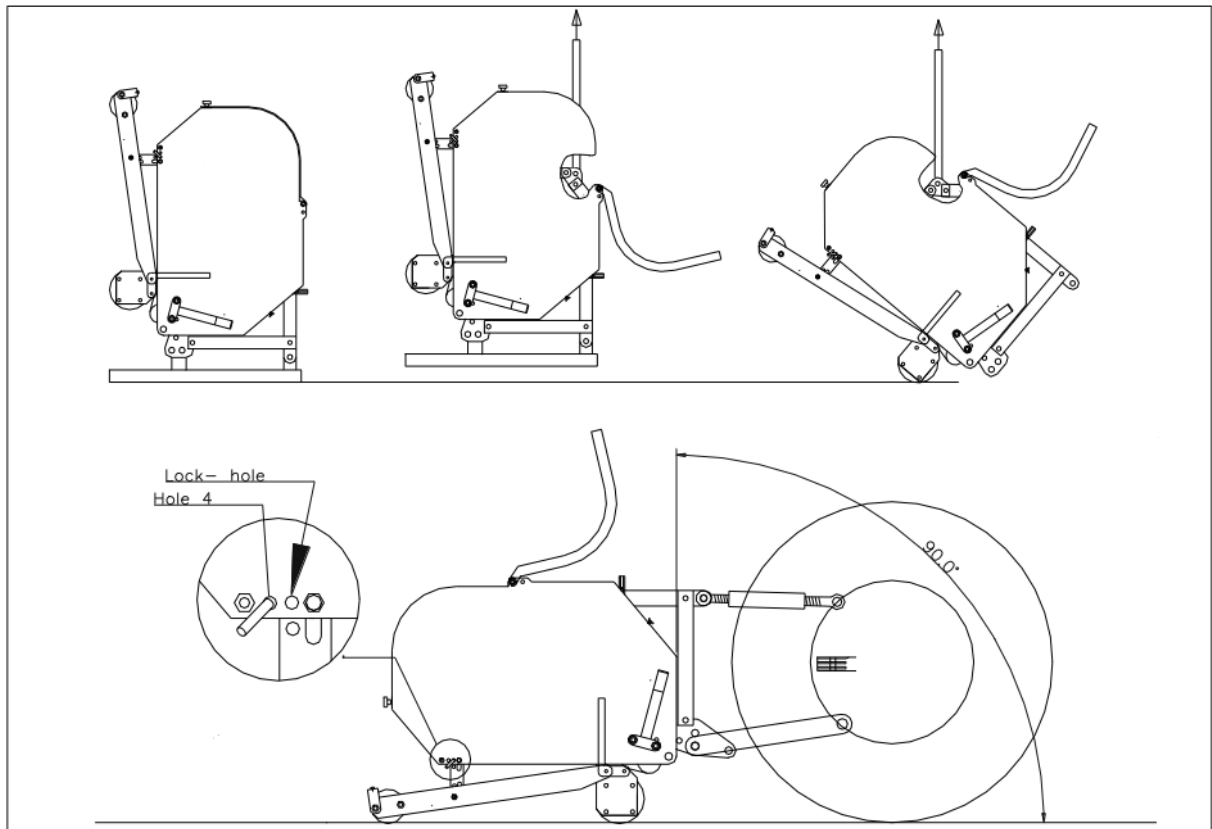

Bild 1
Maskinen är placerad vertikalt på lastpallen. För att ta bort lastpallen och ställa maskinen horisontellt på marken, utför följande steg (se bild 1):
- @ Om din VERTI-DRAIN inte är rätt monterad bakom traktorn, se fig. 1., kan olika vinklar hos grenaxeln förorsaka vibrationer i maskinens drivsystem. Dessa skakningar kan skada både maskinen och hålen i marken.